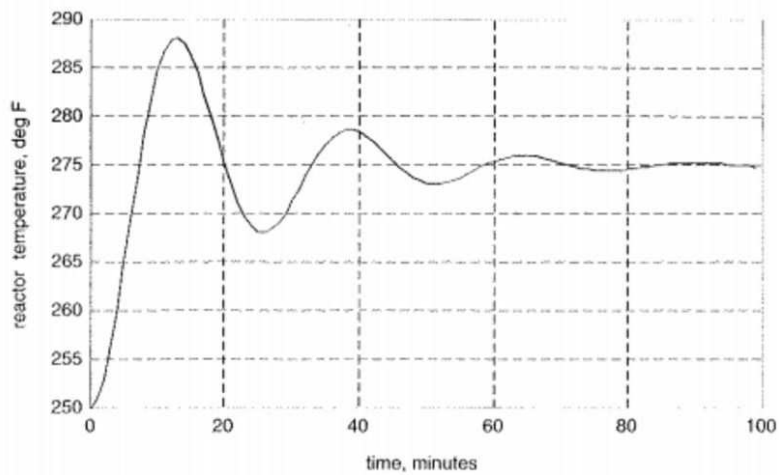

Figura 3: Resposta da temperatura do reator (em °F) ao degrau na temperatura do líquido de arrefecimento (em °C).
4. Como um engenheiro de processo de uma corporação, você é atribuído uma unidade com uma reação química exotérmica. Com o objetivo de saber mais sobre a dinâmica do processo, você decide fazer uma mudança radical na variável de entrada, que é a temperatura do líquido de arrefecimento, de 10°C a 15°C . Assume-se que o reator está inicialmente em estado estacionário. Você obtém o gráfico mostrado na Figura 3 para a variável de entrada, que é a temperatura do reator (notar que a temperatura do reator está em $^\circ\text{F}$).